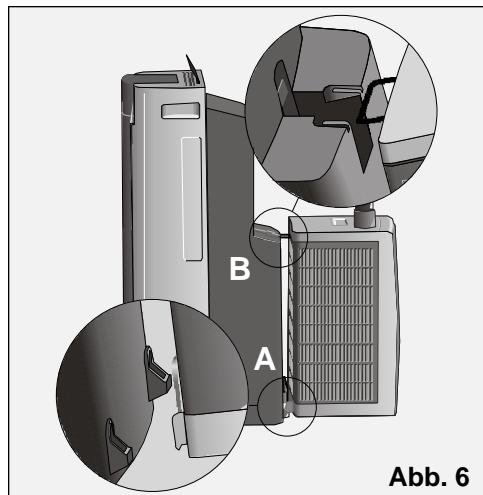

Abb. 6
- ❑ Zum leichteren Transport der ganzen Anlage das Außengerät am Innengerät einhängen, wie in **Abb. 6** gezeigt. Hierzu müssen Sie zuerst die unteren Abstandhalter (**A**) und dann den oberen Abstandhalter (**B**) des Außengeräts an der entsprechenden Stelle des Innengeräts einführen.